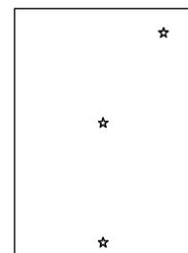

Figura 3.1. Posiciones para la colocación de los sensores de temperatura en un módulo fotovoltaico en base a la norma IEC 61853-1.
- La norma IEC 61853-1 recomienda la medida de la temperatura de un módulo en las tres posiciones mostradas en la *Figura 3.1.* y usar la media de las tres temperaturas para la extrapolación a STC. El E-1000 ha sido programado para poder llevar a cabo la media de hasta tres PT-1000 medidos con el E-Sens o utilizar la media con un número de puntos seleccionado por el usuario y medidos con el E-Temp.
- En la medida de temperatura de cadenas de módulos, se recomienda tomar la temperatura de al menos tres de los módulos de la cadena y en los tres puntos indicados en la *Figura 3.1.* dentro de cada módulo. Se recomienda tomar un módulo cercano al extremo de la cadena y dos módulos del centro de la cadena. Para ello será muy útil la utilización del E-Temp que permite tomar estas medidas de manera inalámbrica.